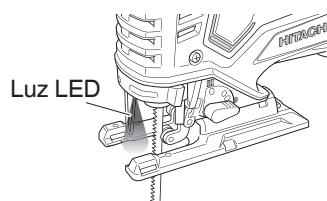

Fig. 11
14. Cómo usar la luz LED (Fig. 11)